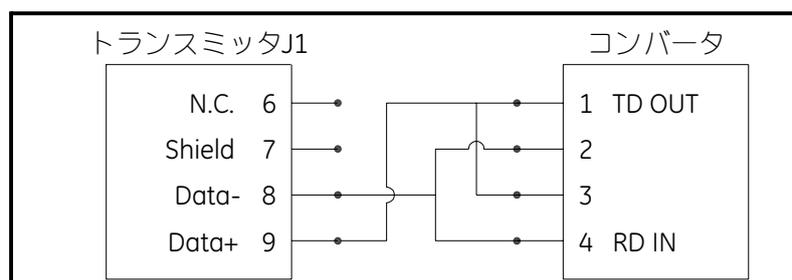

図 1-4: 一般的な RS485 の結線
3. ケーブルの一端をコンジット穴に通し、これを端子ブロック J1 に配線し、ケーブル固定金具を固定します。ケーブルのもう一端は、下記の図 1-4 に示すように、コンバータに接続します。